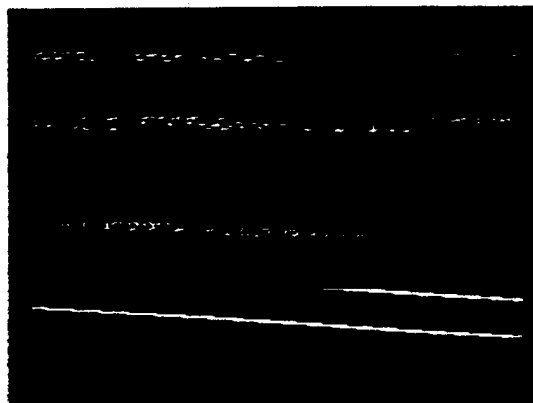

Abb. 6a
2.) STEHT DAS BILD STILL, IST JEDOCH DIAGONAL VERZERRT (siehe Abb. 6a) FEHLT DER ZEILENRÜCKLAUFIMPULS. In diesem Fall liegt ein horizontaler Synchronisationsfehler vor. Zuerst versucht man es mit dem Regler "Horizontal-Hold". Hilft das nicht, macht man mit der Videoprobe die Eingänge von A6 Pin 10-13 des linken UND-Gatters oder die Ausgänge der Zähler D5 und E5 sichtbar.